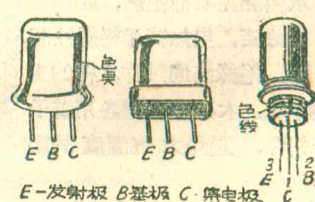

图4
1. 从色点的位置来识别(图4)，例如色点在右边，则自左至右，依次为发射极、基极和集电极。
溶液是否饱和，可用比重计测定溶液的比重而知道，饱和溶液的比重与温度的关系如图4。例如要作出35°C的饱和溶液，可测量溶液的比重使达到1.37就是。